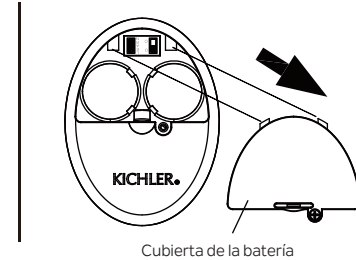

Figura 25
**Paso 2.** Con un destornillador, quite la tapa de las pilas del dispositivo y guarde el tornillo para usarlo más tarde. (Figura 25)